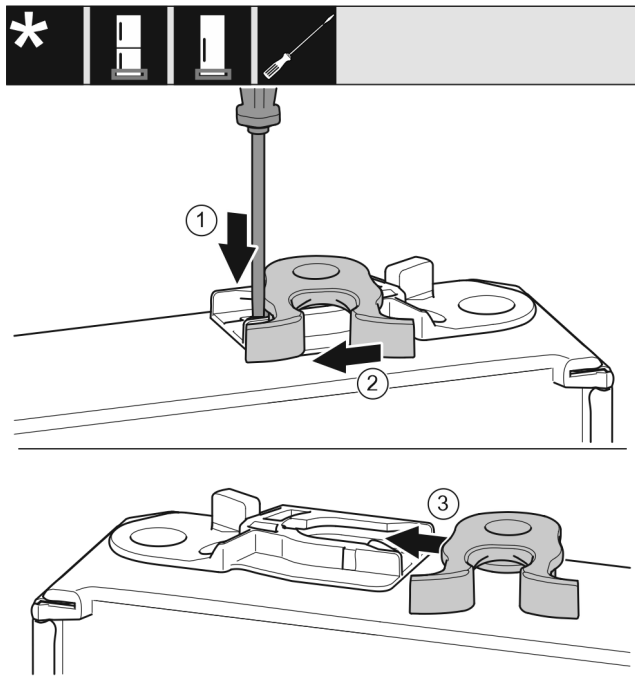

Fig. 19
- Plochým šroubovákem přitlačte lamelu Fig. 19 (1) dolů.
- Vytáhněte petlici Fig. 19 (2) z vedení.
- Petlici Fig. 19 (3) zasuňte do vedení na druhé straně.